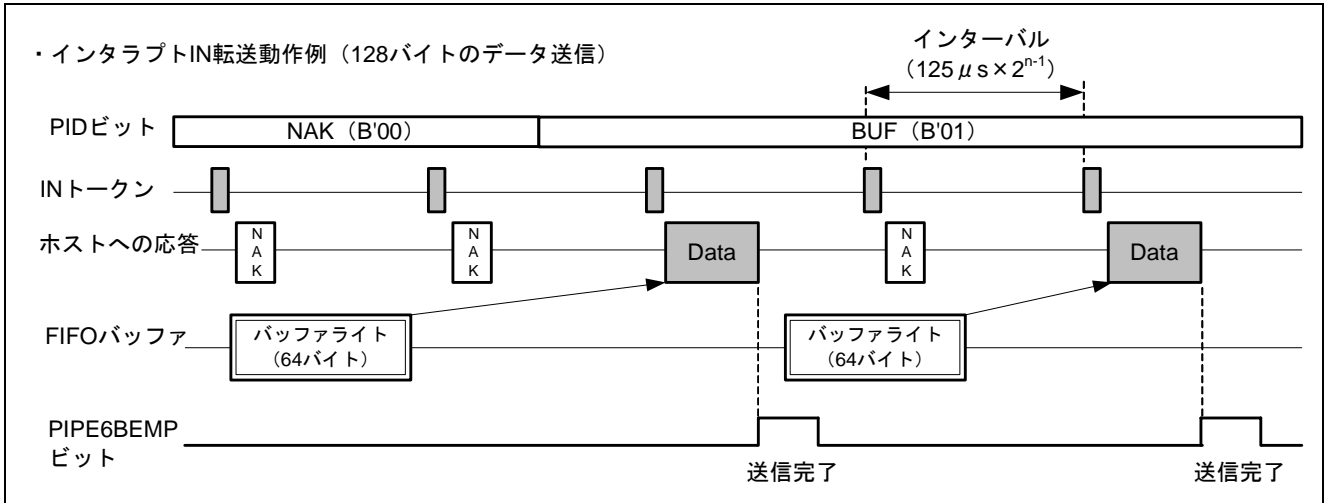

図7 インタラプト IN 転送の動作例
表 1 にパイプ 6 を使用したインタラプト IN 転送の設定例を、図 7 に表 1 の設定値で転送を行った場合の動作例を示します。ダブルバッファや連続転送モードなどは使用できないため、BEMP 割り込みを使用して 1 トランザクションずつ FIFO バッファメモリに書き込みます。各設定項目の詳細については、以下の (1) ~ (6) を参照してください。